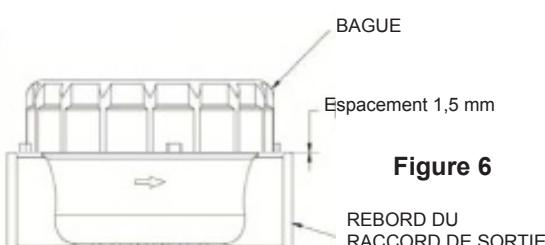

Figure 6
5. Revisser et serrer la bague de compteur à la main. Lorsque le serrage est correct, il y a un espacement de 1,5 mm environ entre la bague et le rebord du raccord de sortie (voir Figure 6).